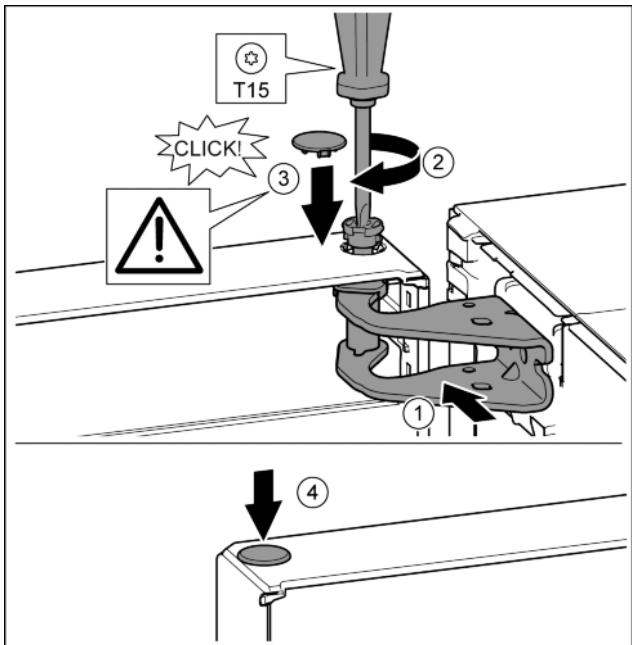

Fig. 19
- Регулирайте вратата горе спрямо отвора в лагерната стойка. *Fig. 19 (1)*
- Поставете болта и затегнете здраво с отвертка T15. *Fig. 19 (2)*
- Монтаж на предпазния капак за осигуряване на вратата: Поставете предпазния капак и проверете дали той е допрян до вратата. В противен случай поставете изцяло болта. *Fig. 19 (3)*
- Поставете тапата. *Fig. 19 (4)*